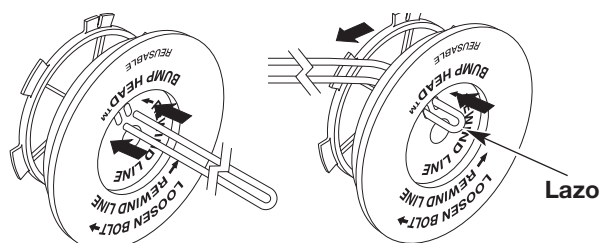

Fig. 35
6. Tome aproximadamente 6 m (20 pies) de nueva línea de corte, enlázela en dos longitudes iguales. Inserte cada extremo de la línea a través de uno de los dos orificios del carrete interior (Fig. 35). Pase la línea a través del carrete interior de modo que el lazo sea lo más pequeño posible.